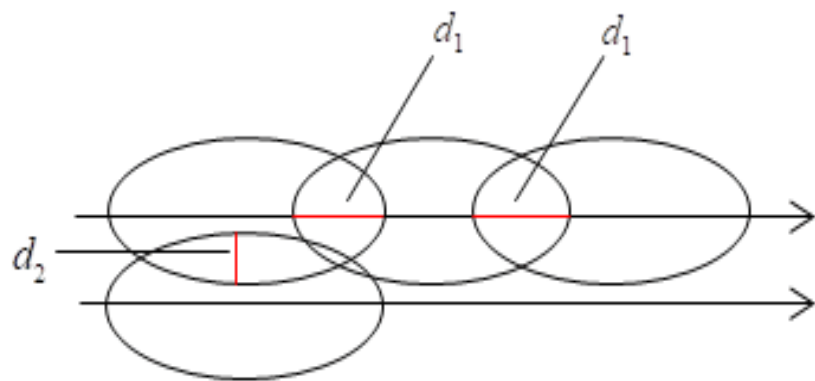

图5 沿长轴喷涂俯视图
①当喷涂图形的长轴与喷涂方向一致时，即如图5. 此时沿着喷涂方向的喷枪搭接间隔为 $d_1 = 107.9115\text{ mm}$ 路径间搭接间隔为 $d_2 = 41.2128\text{ mm}$.